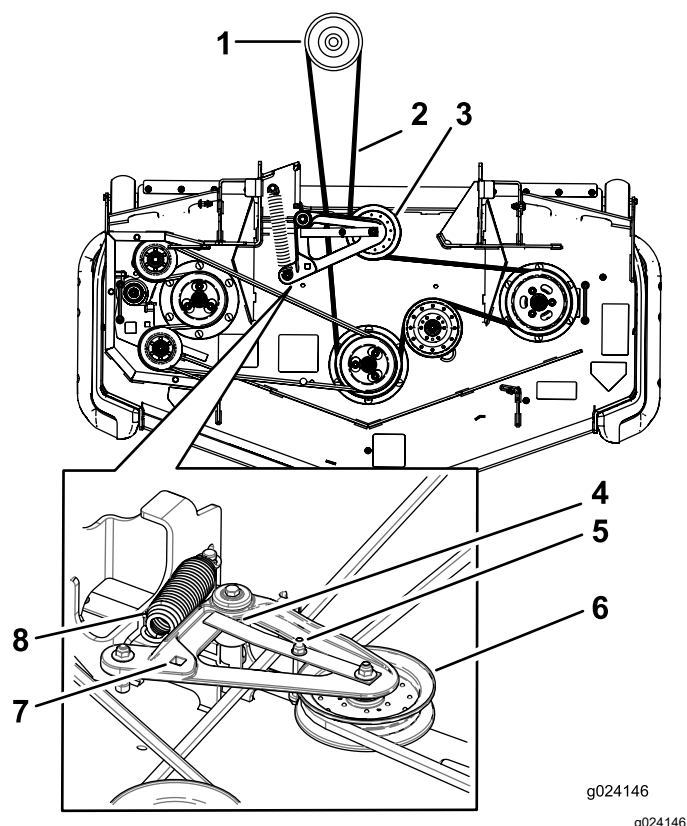
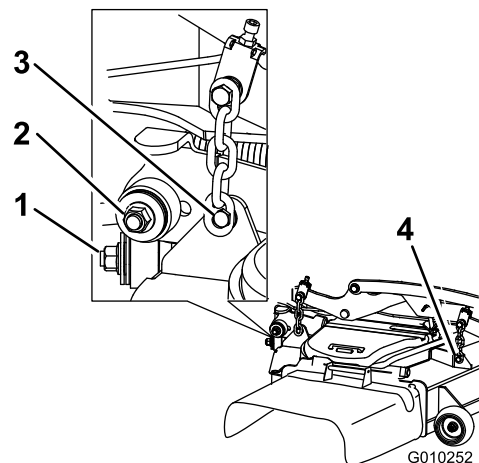

**Figure 121**
**Figure 122**
5. Soulevez le plancher et insérez un rochet dans le trou carré de la poulie de tension du tablier (Figure 121 ou Figure 122).
6. Tournez la poulie de tension du tablier dans le sens horaire, tirez sur la patte du guide-courroie (modèles à éjection arrière seulement) et déposez la courroie du tablier de coupe (Figure 121 ou Figure 122).